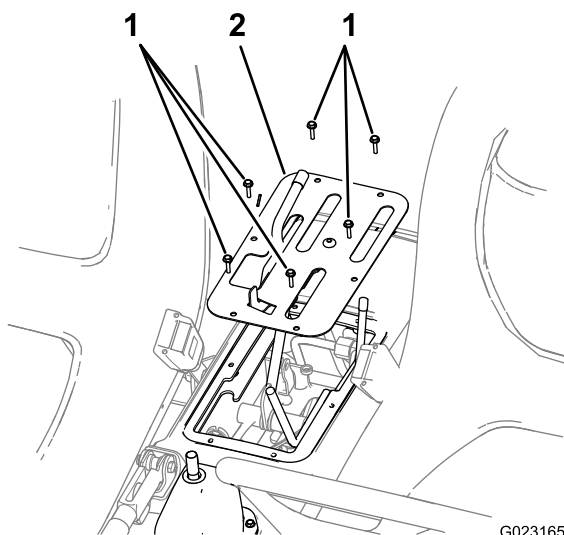

Figure 3
3. Retirez les 6 vis qui fixent le bord extérieur de la plaque-couvercle de la console centrale au châssis et déposez la plaque-couvercle (Figure 3).